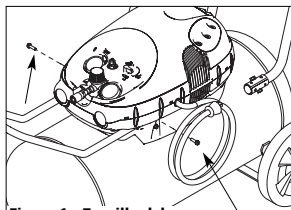

Figura 1 – Tornillo del mango
- Introduzca el mango en la cubierta y en la platina de base como indicado en la Figura 1. El mango tiene que ajustarse en los orificios especiales de la platina de base.